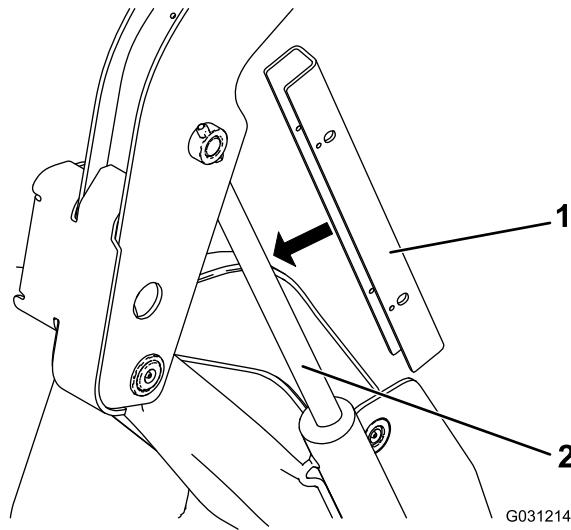

Figura 35
5. Coloque los bloqueos de cilindro sobre la varilla del cilindro de elevación (Figura 35).